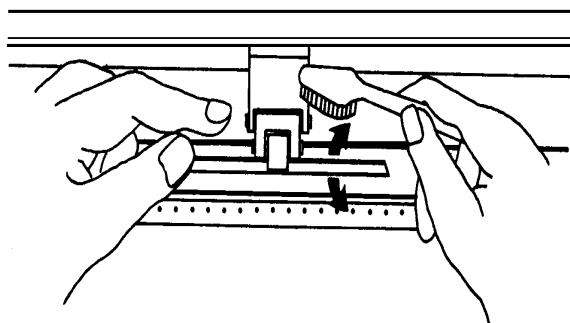

Рис. 4-1
- ❖ Жесткой щеткой (можно зубной) очистить поверхность барабана от пыли. При необходимости в процессе очистки проворачивать барабан вручную (рис. 4-1).